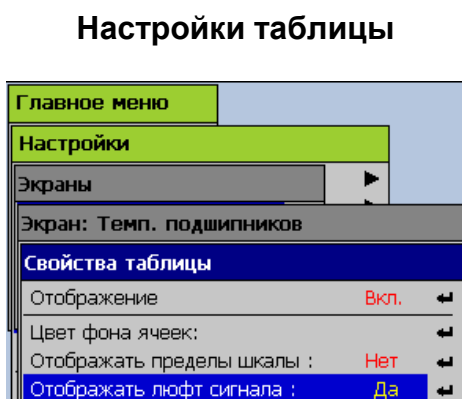

Рисунок 2.43
Неподвижные фоновые элементы мнемосхемы создаются на ПК с помощью любой программы редактирования растровых изображений и сохраняются в графический файл. В качестве изображения также может использоваться непосредственно фотография, контролируемого объекта или узла. Рекомендуемый размер файла изображения не должен превышать 1280x1024 точек. Допустимые расширения файлов изображений: \*.bmp, \*.jpg, \*.gif, \*.png. Все изображения, предназначенные для использования в мнемосхемах регистратора, загружаются на USB-flash накопитель в директорию **PMT\_IMG** (все символы латинского алфавита!). Для добавления/изменения фонового изображения мнемосхемы используется первый слева элемент (1) на панели инструментов (см. рисунок 2.43а), после нажатия Enter на котором произойдет считывание с вставленного заранее съемного USB-flash накопителя файлов изображений и отображение их в списке (б) для выбора.
**Рисунок 2.43а**
**Рисунок 2.43в**